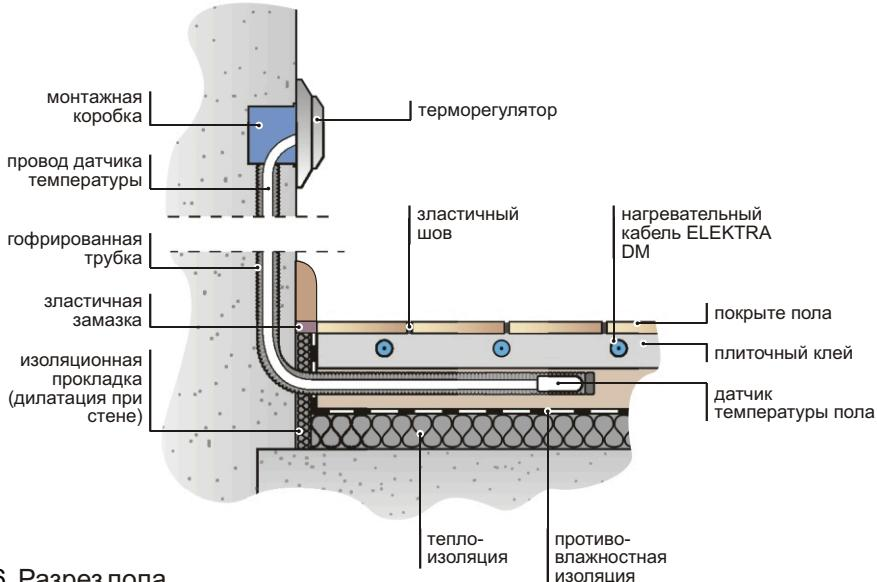

Рис. 6. Разрез пола
**ПРИМЕЧАНИЕ:** Гофрированную трубку нельзя сгибать под прямым углом, следует придать ей форму дуги (рис. 6)